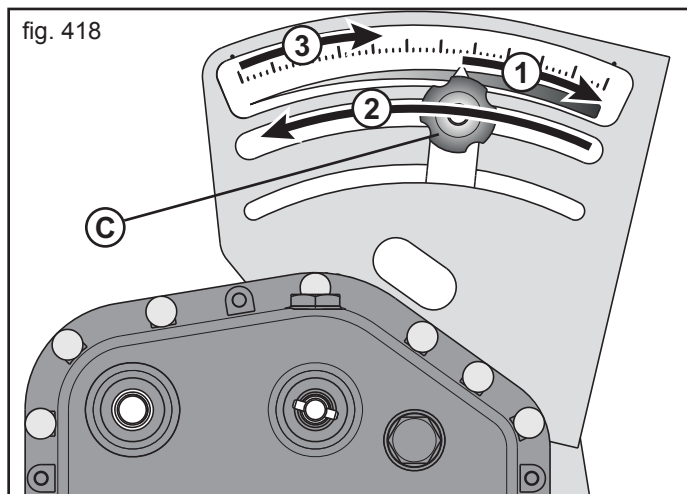

fig. 418
Mediante el cambio se puede variar la velocidad de los grupos que distribuyen la semilla moviendo la palanca de graduación, calibrada sobre una escala de «0» a «50» en forma continua (Fig. 418). Afloje el tornillo de fijación situado en la regulación del cambio (C, Fig. 418), colocar la palanca en el fondo de la escala «50» (1), colocarla nuevamente en «0» (cero) (2) y luego colocarla sobre el valor seleccionado (3) (en función de la cantidad de producto a distribuir) utilizando el pomo de regulación. Vuelva a apretar el tornillo de fijación de la regulación del cambio.
- Coloque la palanca de cambio según la cantidad por distribuir (Fig. 418);